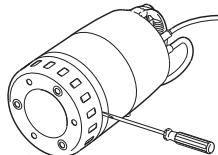

Fig. 8 Desmontaje del filtro de succión
3. Afloje el filtro de succión insertando un destornillador entre la camisa de la bomba y el filtro de succión y girándolo, como se muestra en la fig. 8.
2. Afloje el filtro de succión insertando un destornillador entre la camisa de la bomba y el filtro de succión y girándolo, como se muestra en la fig. 8.